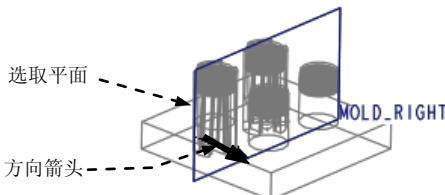
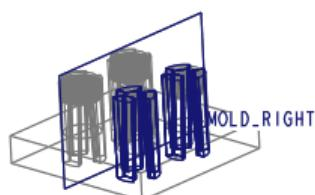

图 25.33 选取平面
图 25.34 创建结果
Step5. 选取图 25.33 所示的平面，方向箭头如图 25.33 所示。在距离文本框中输入数值 -50，单击操控板中 **✓** 按钮，结果如图 25.34 所示。